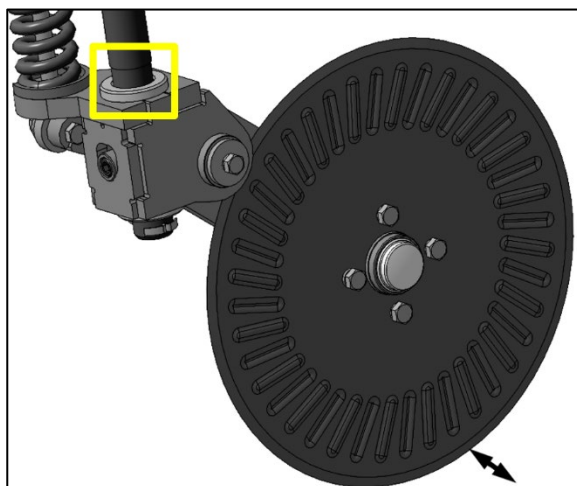

Рисунок 48 – Турбонож
6.2.7 Обильно смазать машинным маслом стойку крепления турбоножа, и проверить боковой ход турбоножа, рис. 48.